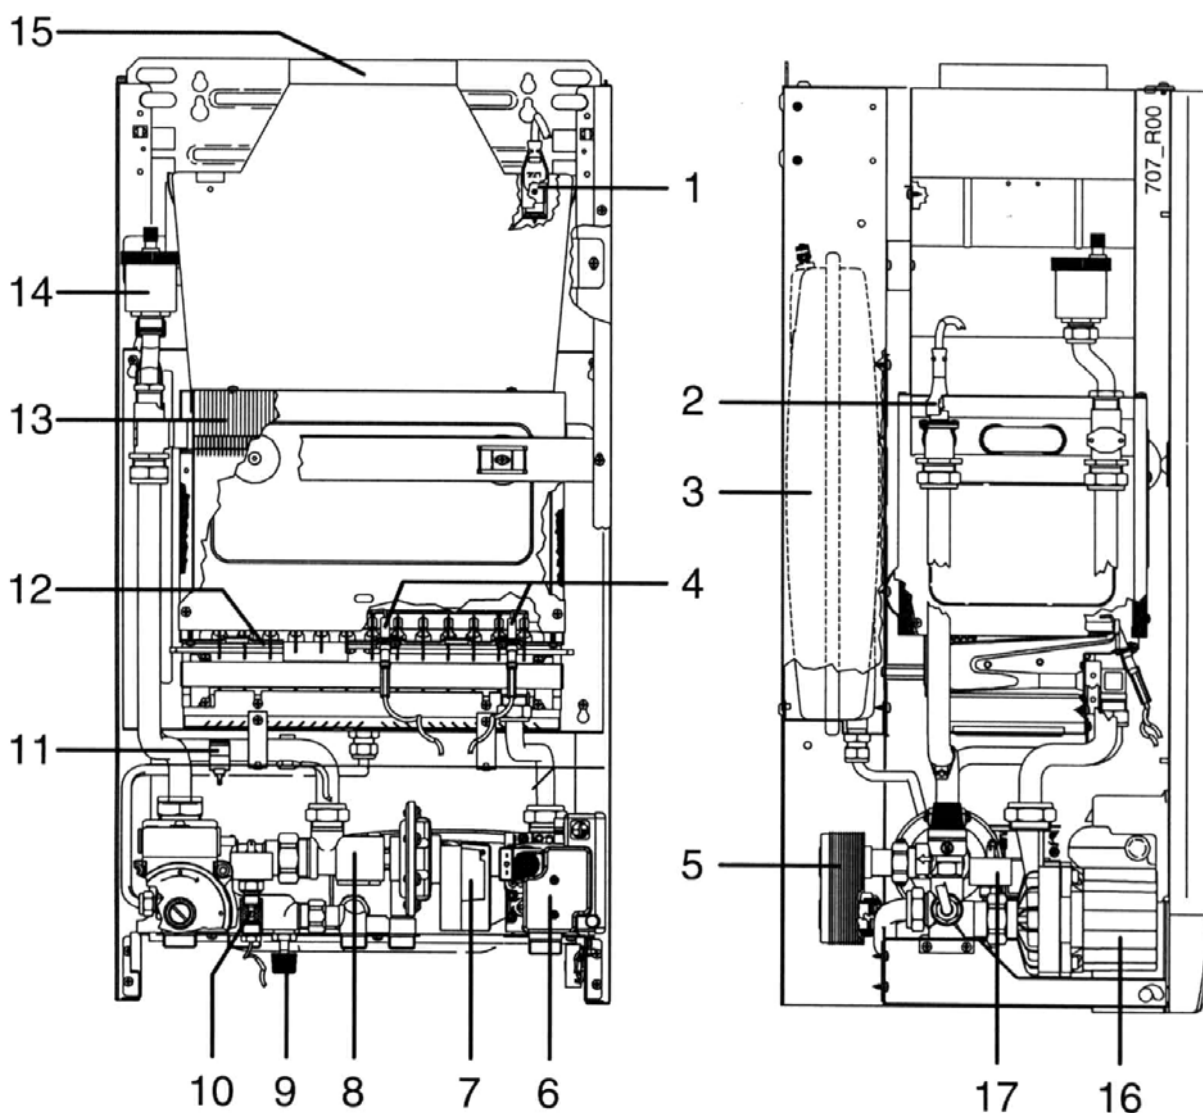

Рис.24 Компоненты газового котла
- Действуя специальным винтом регулировки приоритетного датчика давления, расположенного на трехходовом клапане, отрегулируйте необходимую подачу воды (См. пункт 7 на Рис.24,25)